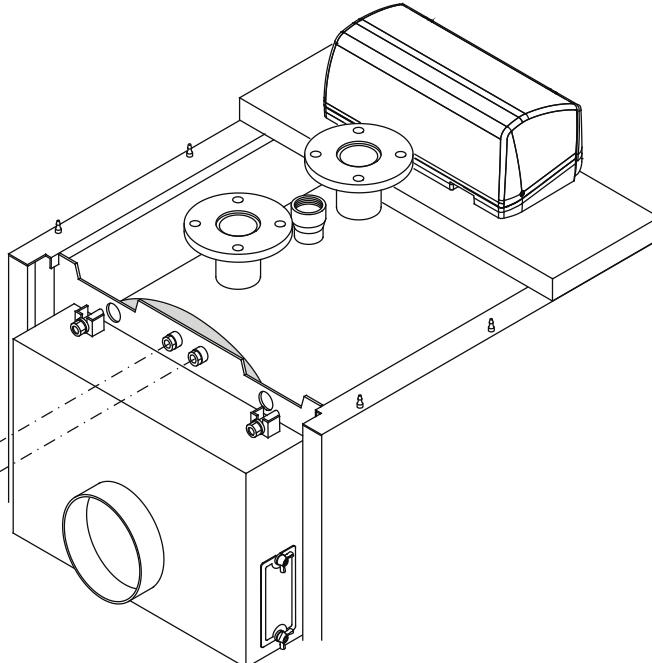

рис. 24
- Вставьте датчики приборов в манжеты, как показано на рис. 24 и подключите пульт управления к электропитанию, к горелке, насосам, и т.д. Закройте крышку панели управления. Проведите кабель горелки через зажимную панель проводов (поз. 11) со стороны его выхода и зафиксируйте кабель при помощи прилагаемого хомута. Зафиксируйте зажимные панели проводов (поз. 11) на боковых панелях обшивки. С обратной стороны котла аккуратно соедините выходящие электрические кабели в связку при помощи прилагаемого зажима.
- F) Вставьте датчики приборов в манжеты, как показано на рис. 24 и подключите пульт управления к электропитанию, к горелке, насосам, и т.д. Закройте крышку панели управления. Проведите кабель горелки через зажимную панель проводов (поз. 5) со стороны его выхода и зафиксируйте